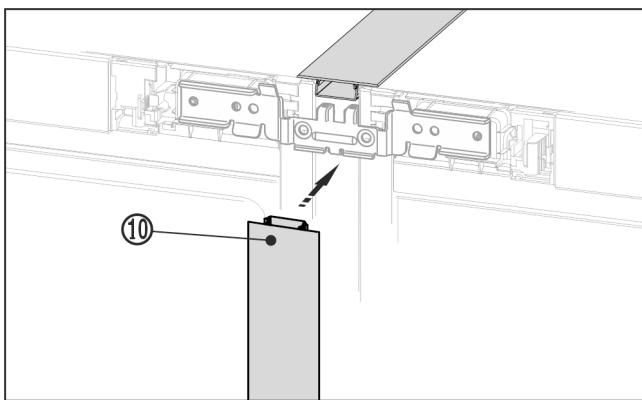

Fig. 23
- ▶ Në pjesën e përparme, ngjishni shiritin mbulues Fig. 23 (10) të gjatë në hapësirën vertikale. Këtu bëni kujdes që shiriti të qëndrojë në llamarinë e bashkimit.